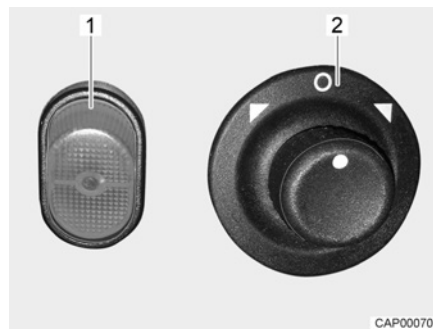

Fig. 14 Commutateur (rétroviseurs extérieurs à réglage électrique)
- Sélectionner le rétroviseur qui doit être réglé. Pour ce faire, tourner l'interrupteur tournant (Fig. 14,2) vers la gauche ou la droite.
- Régler le rétroviseur. Pousser pour ce faire l'interrupteur (Fig. 14,2) dans la position désirée.
- Appuyer sur l'interrupteur (Fig. 14,1). Le voyant de contrôle s'allume en orange dans l'interrupteur et indique que le chauffage du rétroviseur est en fonction.